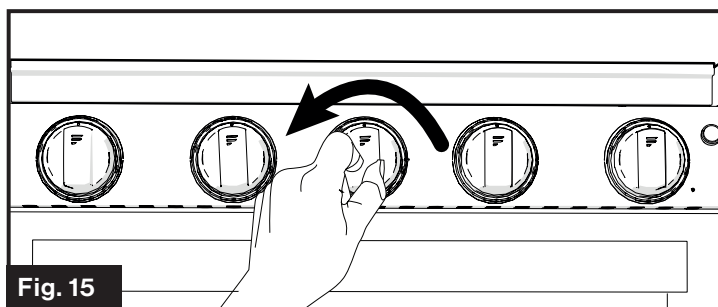

Fig. 15
5. Tournez le bouton de commande du brûleur pour régler la flamme au niveau souhaité. (Fig.15).